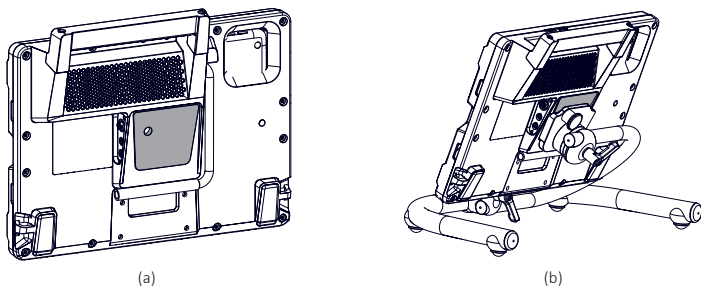

Figure 4.6 (a) Plaque d'adaptation UDS ⑱, et (b) Rehadapter™ monté sur un table stand Rehadapt*.
En outre, le Rehadapter™ peut être monté sur n'importe quelle Universal Device Socket (UDS) fabriquée par Rehadapt Engineering à l'aide de la plaque d'adaptation de dispositif ⑱ (*Fig. 3.1 Aperçu du Rehadapter™*), comme illustré sur la *Fig. 4.6*.